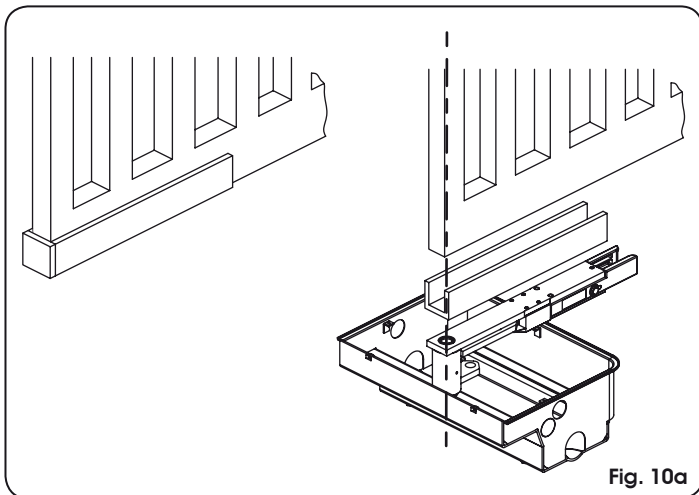

Fig. 10a
- déterminer la position correcte du vantail sur le profil en U en prenant comme repère l'axe de rotation du vantail (Fig. 10a ou
10b) fermer le profil en U, côté pilier, avec une plaque comme indiqué Fig. 10a ou 10b.